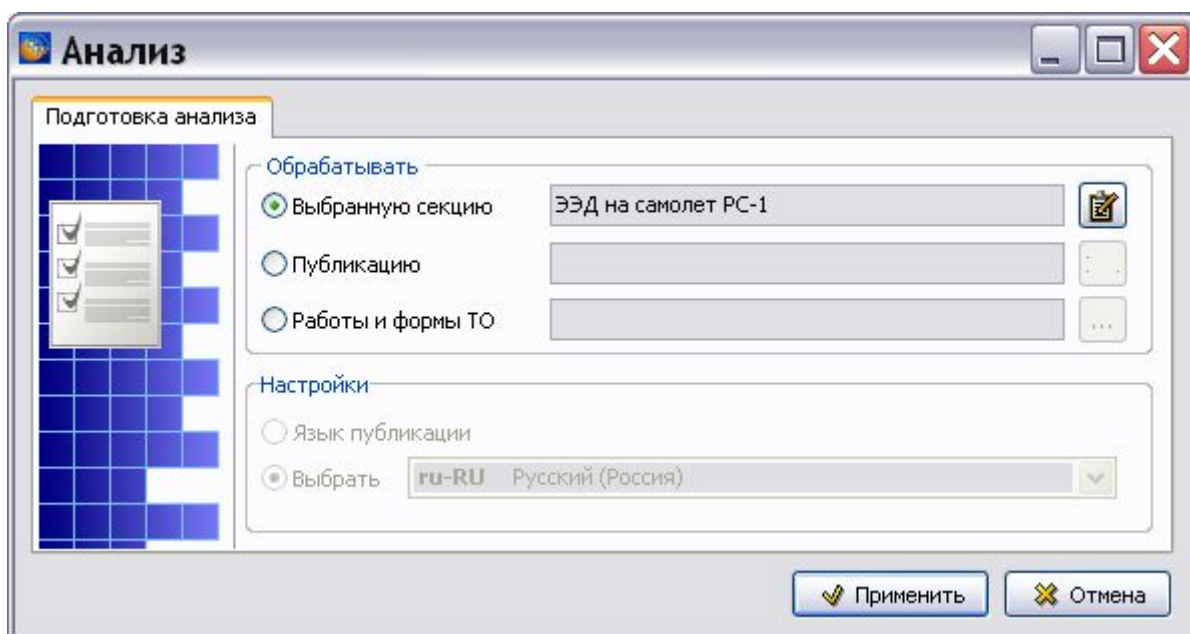

Рис. 8.165
2. Нажмите на кнопку **Выбрать анализ**. При этом появится окно **Анализ** с вкладкой **Подготовка анализа** (Рис. 8.165).